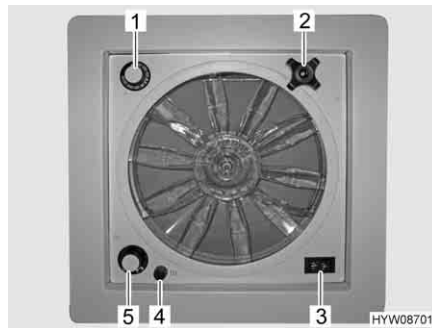

Fig. 44 Oblò con ventilatore
- ▷ Un fusibile da 4 A (Fig. 44,4) protegge da sovraccarico il motore del ventilatore. Se si verifica un sovraccarico: Individuare per prima cosa la causa (ad es. il ventilatore è sporco), poi sostituire il fusibile.
Apertura oblò: ■ Ruotare la maniglia girevole (Fig. 44,2), finché non si raggiunge l'angolo di apertura desiderato.
Aerazione/sfiato: ■ Portare l'interruttore a levetta (Fig. 44,3) su "Aerazione" (flusso d'aria dall'esterno verso l'interno) o "Sfiato" (flusso d'aria dall'interno verso l'esterno).
Spegnimento del ventilatore: ■ Portare l'interruttore a levetta (Fig. 44,3) sulla posizione centrale.
Impostazione della velocità del ventilatore: ■ Posizionare l'interruttore girevole (Fig. 44,5) sul grado desiderato:
Impostazione della temperatura: ■ Ruotare il termostato (Fig. 44,1) fino alla battuta in direzione "blu".